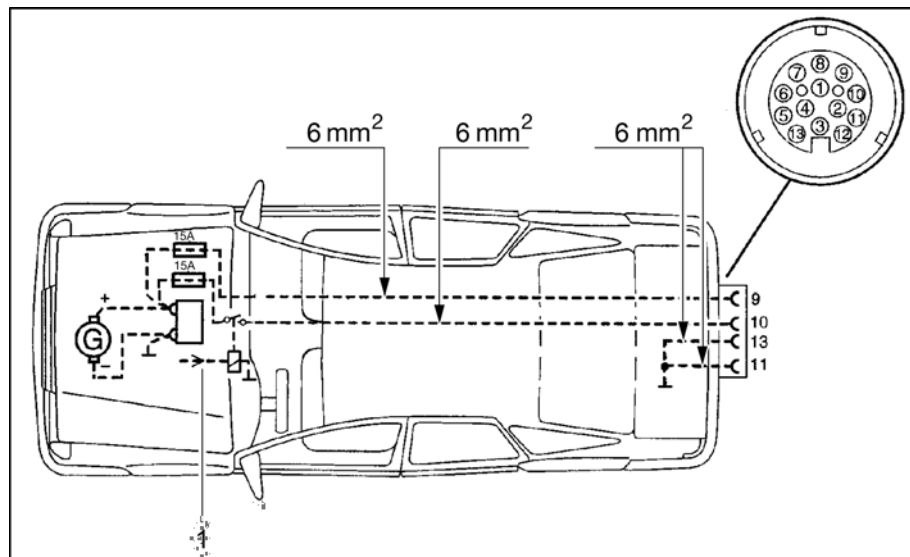

Bild 105 Dragfordoninstallationschema
- ▷ Installera rätt kabelarea och ett relä för strömförsörjningen (styrd av tändningslåset) i dragfordonet (se Bild 105).